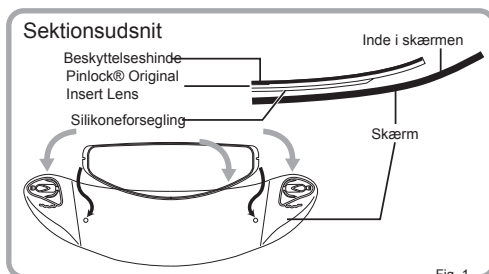

Fig. 1
- 1 Påfør silikoneforseglingssiden af Pinlock® Original Insert Lens på skærmens inderside uden at skrælle beskyttelseshinden af linsen. Påfør samtidig Pinlock® Original Insert Lens på indersiden af skærmen ved at klikke på påsætningsstifterne. (Fig. 1 og 2)